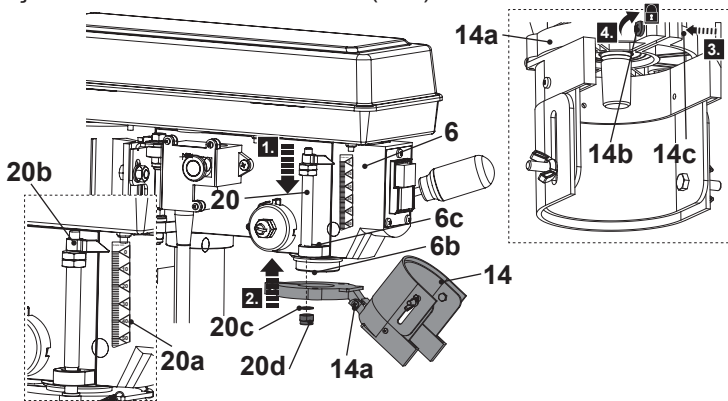

Fig. 5
1. Alinhe e passe a escala de profundidade (20) através do orifício de anel (6c) da cabeça da máquina (6) (Fig. 5, passo 1).
3. Deslize o grampo (14a) no pescoço do fuso (6b) (Fig. 5, passo 2).
4. Dobre a proteção do mandril para cima (14), depois fixe a anilha (20c) e a porca (20d) À escala de profundidade (20) de ambos os lados do grampo (14a).
5. Aperte a escala de profundidade (20) para a bloquear em posição, depois dobre a proteção do mandril para baixo (14).
6. Empurre para bloquear a porca (14c) no grampo (14a) (Fig. 5, passo 3), depois aperte o parafuso em cruz (14b) no sentido horário para fixar o grampo (14a) na cabeça da máquina (6) (Fig. 5, passo 4).